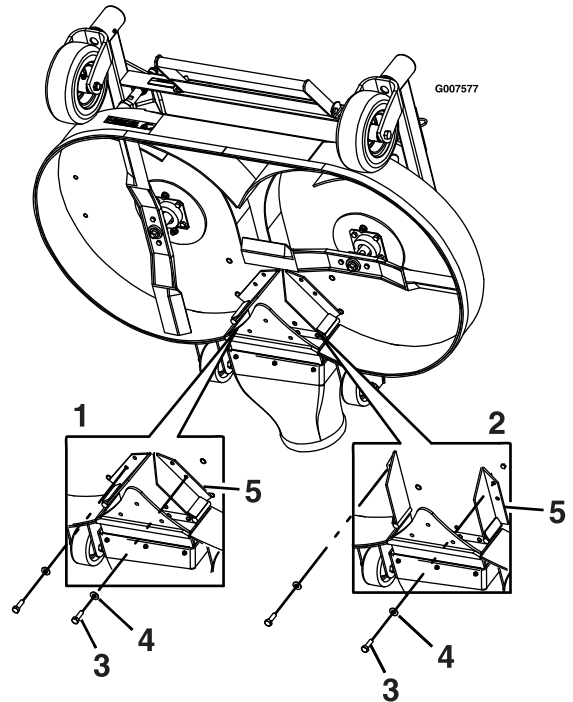

Bild 14
7. Nehmen Sie die Schraube und die Scheibe vorne an jedem FRS-Ablenklech ab (Bild 14).